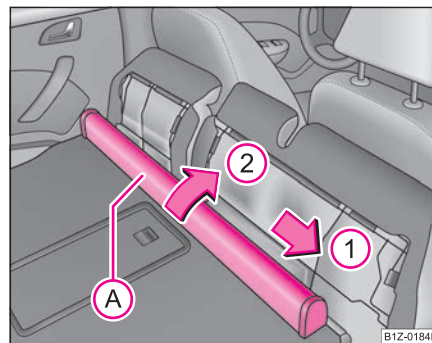

Fig. 88 Scaunele din spate: Carcasa peretelui despărțitor
- Împingeți carcasa peretelui despărțitor **(A)** ⇒ fig. 88 în sensul săgeții **(1)** și scoateți-o din spătarul scaunelor din spate în sensul săgeții **(2)**.